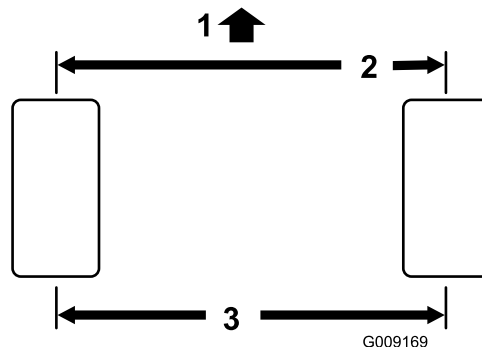

Figura 48
2. Misurate l'interasse (all'altezza dell'assale) sulla parte anteriore e posteriore dei pneumatici di sterzo (Figura 48).